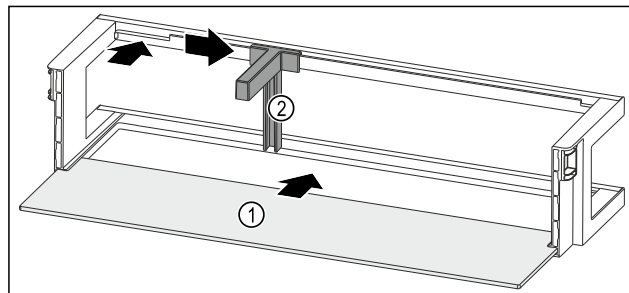

Fig. 244 Дверная полка со съемной полкой
- ▶ Вдвиньте съемную полку Fig. 244 (1) в боковые пазы.
- ▶ Установите держатель для бутылок Fig. 244 (2) в выемку.
- ▶ Сместите держатель для бутылок Fig. 244 (2) в нужное положение в сторону.